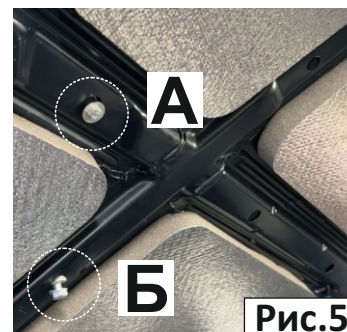

Рис.5
5. Установить кронштейн 1 в (поз. А-Б), Шарнир направлен в центр капота. (Рис.5).